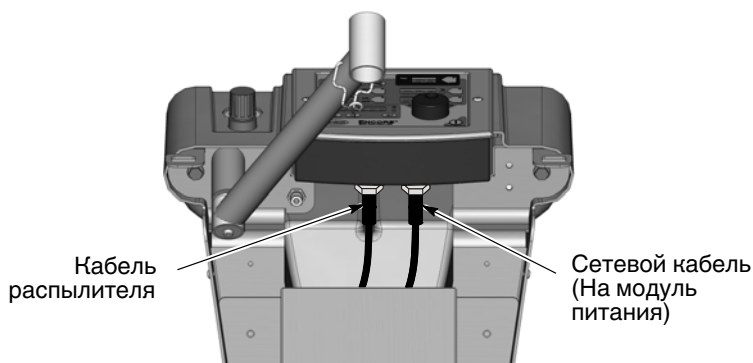

Рис. 3-11 Присоединение кабеля распылителя к интерфейсному модулю – передвижные системы
1. Передвижная система: см. рис. 3-11. Пропустить кабель распылителя через заднюю часть колонки тележки и проложить вверх в верхней передней части. Это позволит связать кабель в единый жгут со шлангами продувки и воздушной очистки электрода.